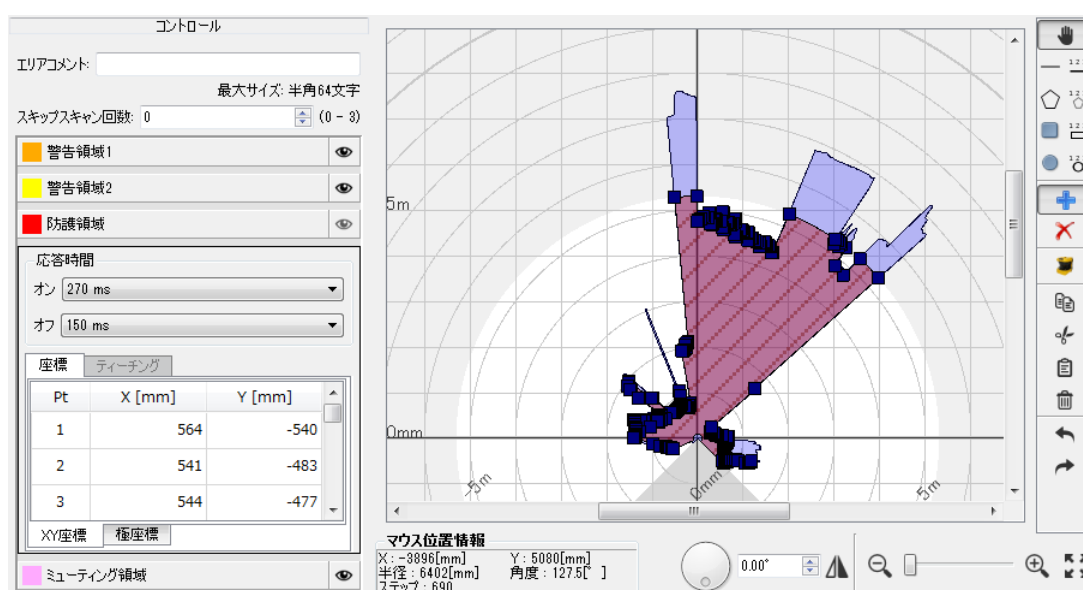

図7-46 ティーチングによる領域設定
- e) [停止]ボタンをクリックすると、その間に測定した最少距離が周囲の背景として記憶され、その背景からオフセット量を引いた距離の領域が描画されます（図 7-46）。防護領域を作成する場合は、最大検出距離以内に背景がない場合、SE2L の最大検出距離に設定されます。最大検出距離はセンシング設定の最小検出幅の設定により変化します。警告領域の場合は、20m 以内に背景がない場合は、20m に設定されます。